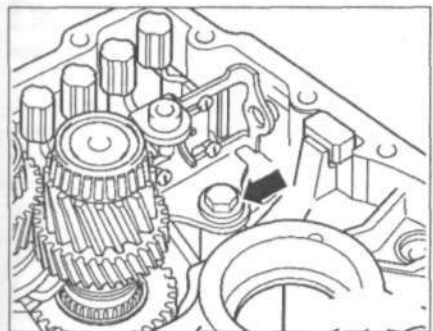

Рис. 8.31. Открутите болт (стрелка) и снимите консоль вместе с втулкой.
21. Открутите болт (стрелка) и снимите консоль вместе с втулкой (рис. 8.31).